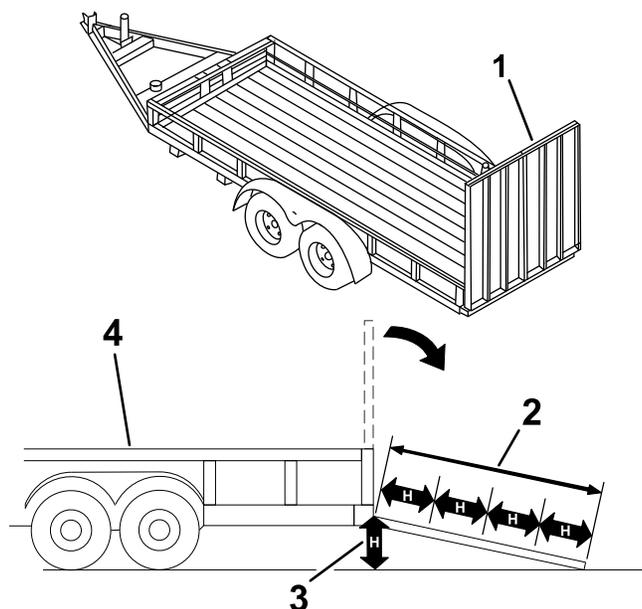

Рисунок 24
При погрузке машины на прицеп или грузовик повышается вероятность опрокидывания, что может привести к получению тяжелой травмы или гибели (Рисунок 24).
3. Опустите наклонный въезд (Рисунок 24).